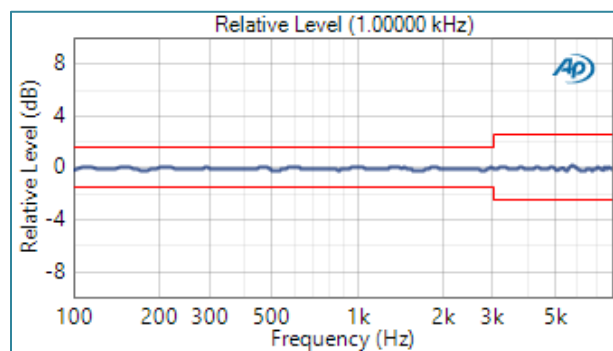

図9. EQ後のマウスシミュレーター周波数応答
2. 基準マイクをMRPに配置し、対象の周波数範囲（100Hz-16kHz）において周波数応答がフラット $\pm 0.5\text{dB}$ になるようにマウスシミュレーターを校正及びEQします。図9を参照ください。